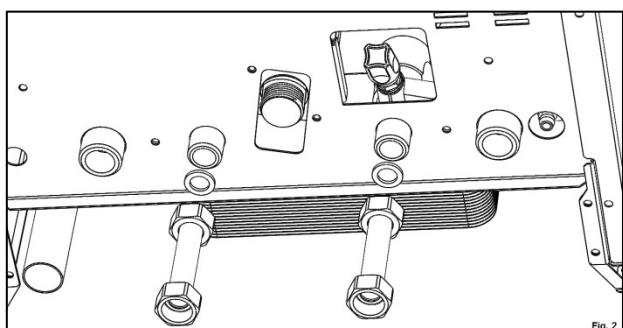

Fig. 2
2. Se montează țevile A pe racordurile G1/2 ale unității, împreună cu 2 garnituri B, prin strângerea piulitelor până la asigurarea unei etanșări corespunzătoare (30Nm). (Fig. 2)